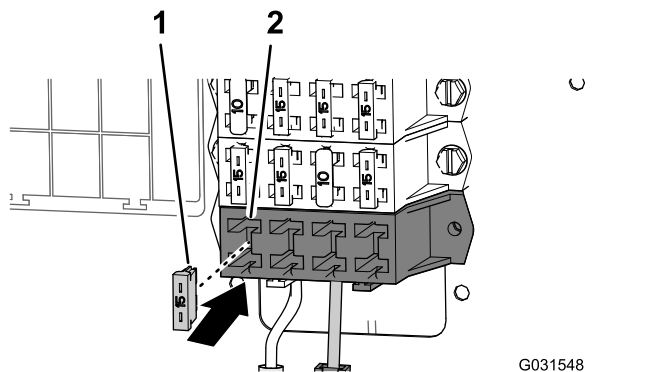

図 207
2. 探し出したソケット補助ヒューズブロックに 15 A ヒューズを取り付ける図 207。